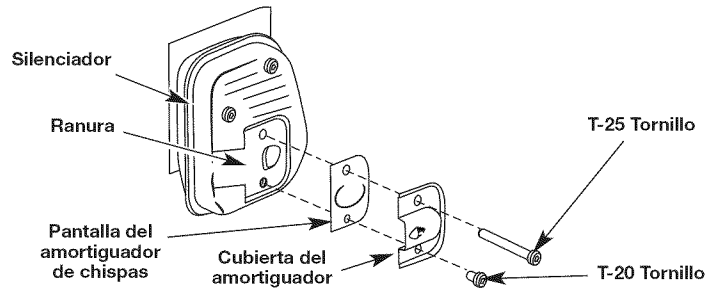

Fig. 35
2. Con un destornillador de vástago plano o broca Torx T20 y Torx T25, saque el 2 tornillo que conecta la cubierta del amortiguador de chispas al silenciador (Fig. 35).